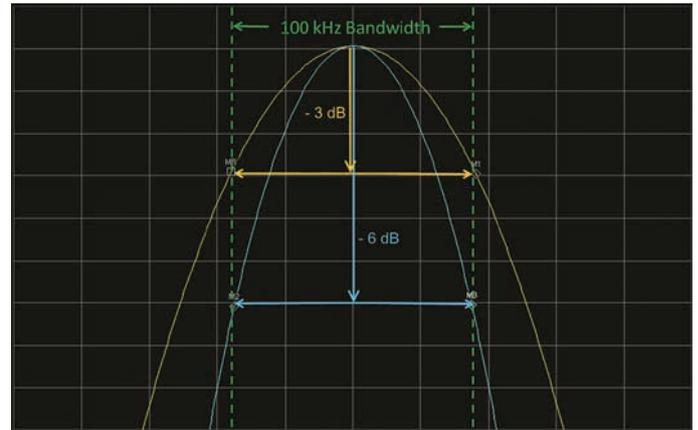

図5. ほとんどのEMI規格は6dB帯域幅で定義されている。3dB帯域幅とは大きく異なった結果になる
-3dBと-6dBのフィルタ形状の違いを、図5に示します。どちらのフィルタ形状もガウシアンですが、幅が異なります。測定フィルタ帯域は、ピークからある程度パワー・ダウンしたところで規定されています。したがって、100kHz、-3dBフィルタは図5の黄色の波形で示されており、ピークから3dBダウンしたポイントが100kHz幅となっています。100kHz、-6dBフィルタは同じ帯域幅ですが、ピークから6dBダウンしています。